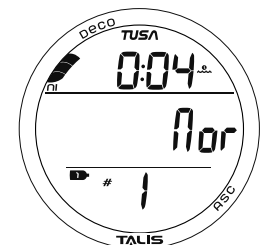

Abb. 25 - NORM-OBERFLÄCHEN-HAUPTDISPLAY
**NORM OBERFLÄCHEN-HAUPTDISPLAY**, Informationen beinhalten (Abb. 25):